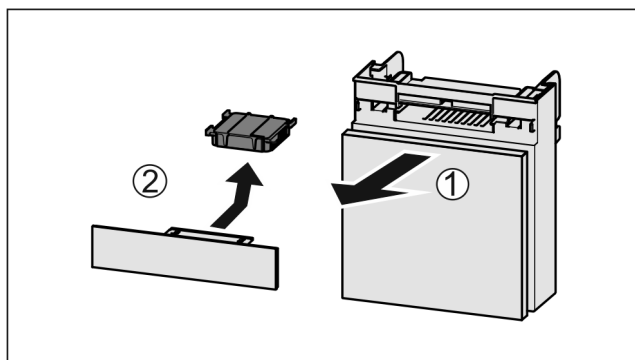

Fig. 189
- ▶ 向前拉出 Fig. 189 (1) 抽屉。
- ▶ 取出 Fig. 189 (2) 活性炭过滤器。